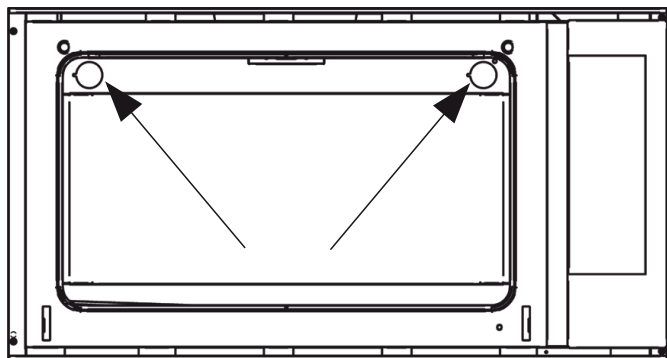

Fig. 4
**Pour remplacer les deux ampoules arrière (fig. 4) :**